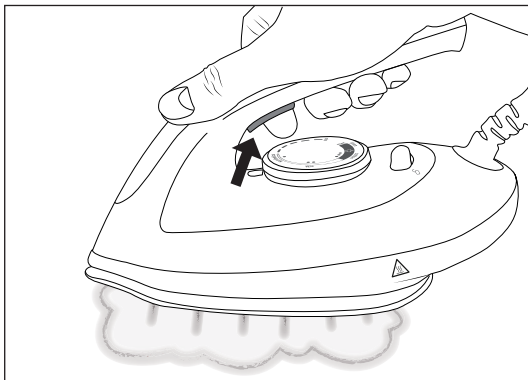

Fig. 9
- 5) Enquanto está a engomar a peça desejada, mantenha premido o botão de vapor **2** para produzir vapor constante, proveniente da placa do ferro **8**, sobre a peça a engomar (ver fig. 9).